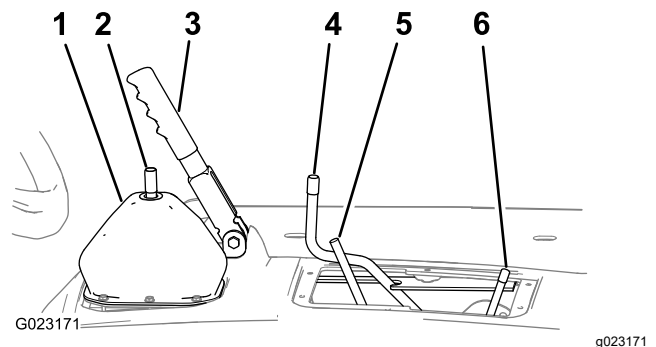

Figura 11
1. Engate o travão de estacionamento (Figura 11).
2. Mova a barra do bloqueio do diferencial para a frente e para a direita para a fixar na posição de engatada (Figura 11).